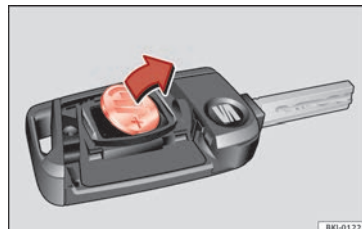

Fig. 138 Chiave del veicolo: estrarre la batteria.
- Estrarre la batteria dal vano con un oggetto fino adatto » **fig. 138**.
- Collocare la nuova batteria come illustrato » **fig. 138** e inserirla nel vano batteria nella direzione contraria a quella indicata dalla freccia » **②**.